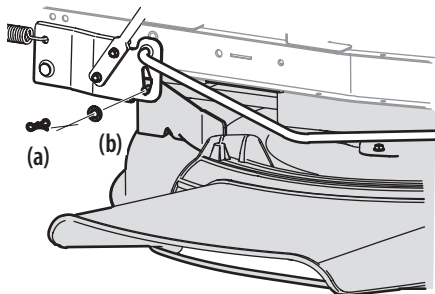

Figura 28
3. Extraiga el pasador de chaveta con unión curva (a) y la arandela plana (b) del conjunto de elevación de la plataforma y guárdelo para volver a colocarlo posteriormente. Consulte la Figura 28.